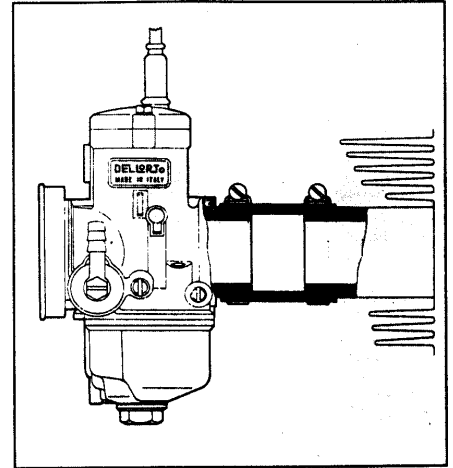

Bild 4
- A - Über ein Ansauggummi mit Schellen (Bild 4)